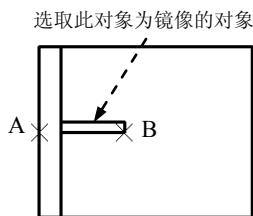

图 17.11.9 特征镜像
(5) 将上一步创建的拉伸实体进行镜像。
① 为了方便镜像操作，先要切换视点。选择下拉菜单【视图(V)】→【三维视图(T)】→【前视(F)】命令，此时观察的方位如图 17.11.9 所示。
② 进行镜像。选择下拉菜单【修改(M)】→【镜像(I)】命令；选取上一步所创建的拉伸实体为要镜像的对象（图 17.11.9），按 Enter 键结束选择；捕捉选取图 17.11.9 中左侧边的终点 A 和端点 B，在命令行中输入字母 N 后按 Enter 键。